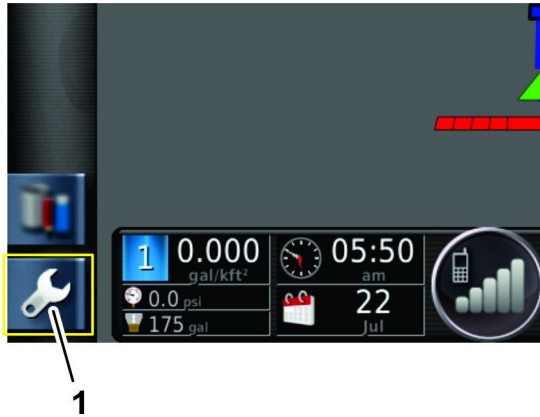

Figura 18
1. Premete l'icona delle impostazioni sulla schermata principale (Figura 18).